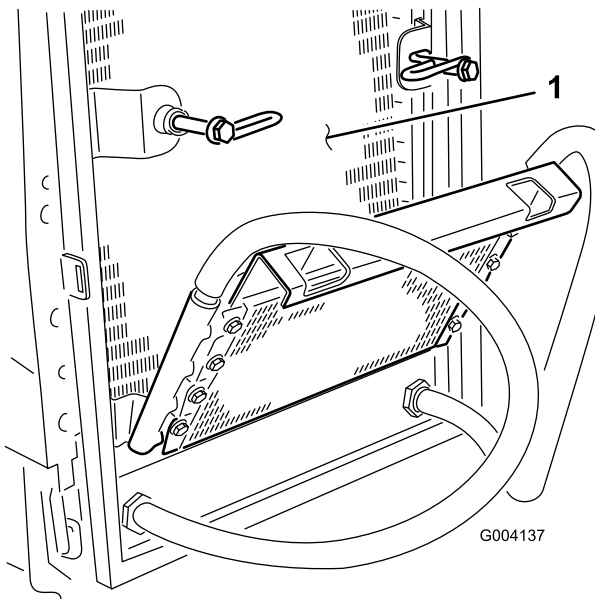

Figure 61
7. Nettoyez soigneusement les deux côtés du refroidisseur d'huile et du radiateur (Figure 61) à l'air comprimé.